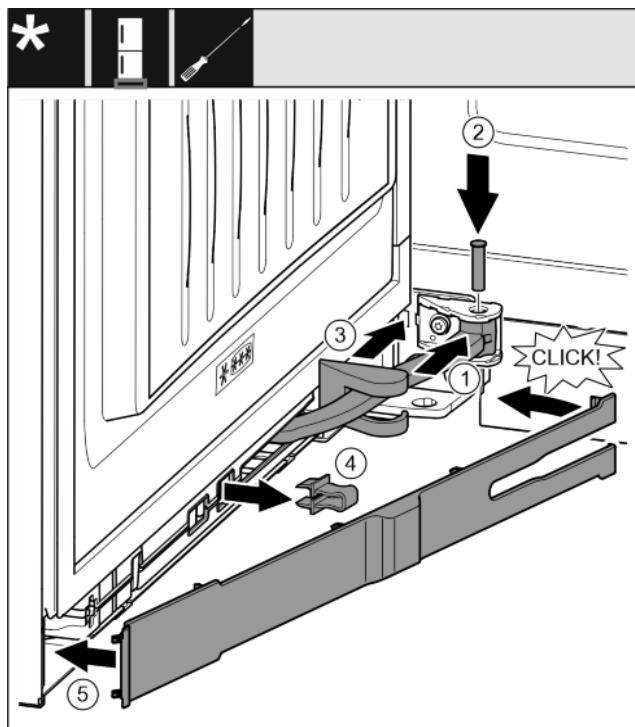

Fig. 37
- ▶ Klíb otočte v závese. Fig. 37 (1)
- ▶ Skrutkovačom T15 nasadte čap do závesu a klíbu. Pritom dbajte na to, aby sa zaistovací doraz nachádzal správne v drážke. Fig. 37 (2)
- ▶ Kryt ložiskovej konzoly posuňte pozdĺž klíbu a namontujte ho nad záves. Fig. 37 (3)
- ▶ Vyberte pojistku. Fig. 37 (4)
- ▶ Kryt nasadte na strane rukoväťte a priklopte. Fig. 37 (5)